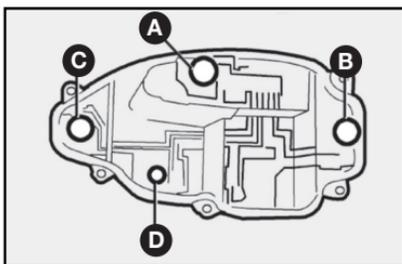

fig. 38
4) quite las lámparas empujándolas levemente y girándolas hacia la izquierda **fig. 38**.
- de 12V-21/5W **C-fig. 38** para las luces de los frenos (stop);
- de 12V-21W **A-fig. 38** para las luces de giro;
- de 12V-21W **B-fig. 38** para las luces de marcha atrás;
- de 12V-21/5W **D-fig. 38** para las luces de posición.